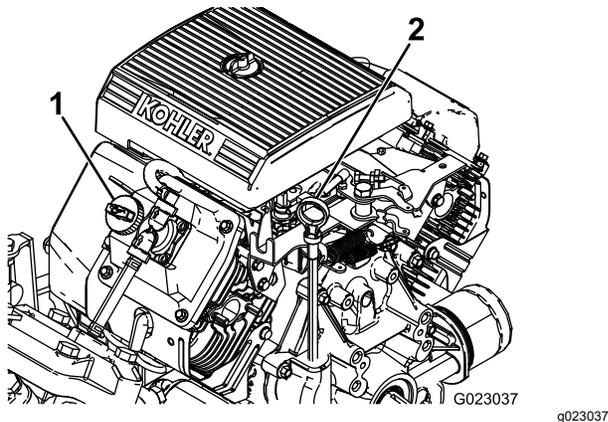

図 11
2. ディップスティックを抜ききれいなウェスで一度拭く 図 11。
4. 油量が少なければバルブカバー 図 11 の上についている補給口を開け、ディップスティックの FULL マークまでオイルを補給するオイルの種類や粘度の選択については エンジンオイルについて \(ページ 45\) を参照